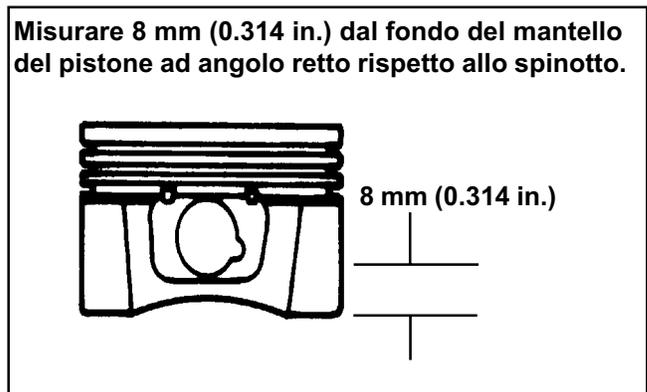

Figura 9-3. Misurazione del diametro del pistone.
- Utilizzando un micrometro, misurare il diametro del pistone perpendicolare allo spinotto, fino a **8 mm (0.314 in.)** dal fondo del mantello del pistone come illustrato in Figura 9-3.